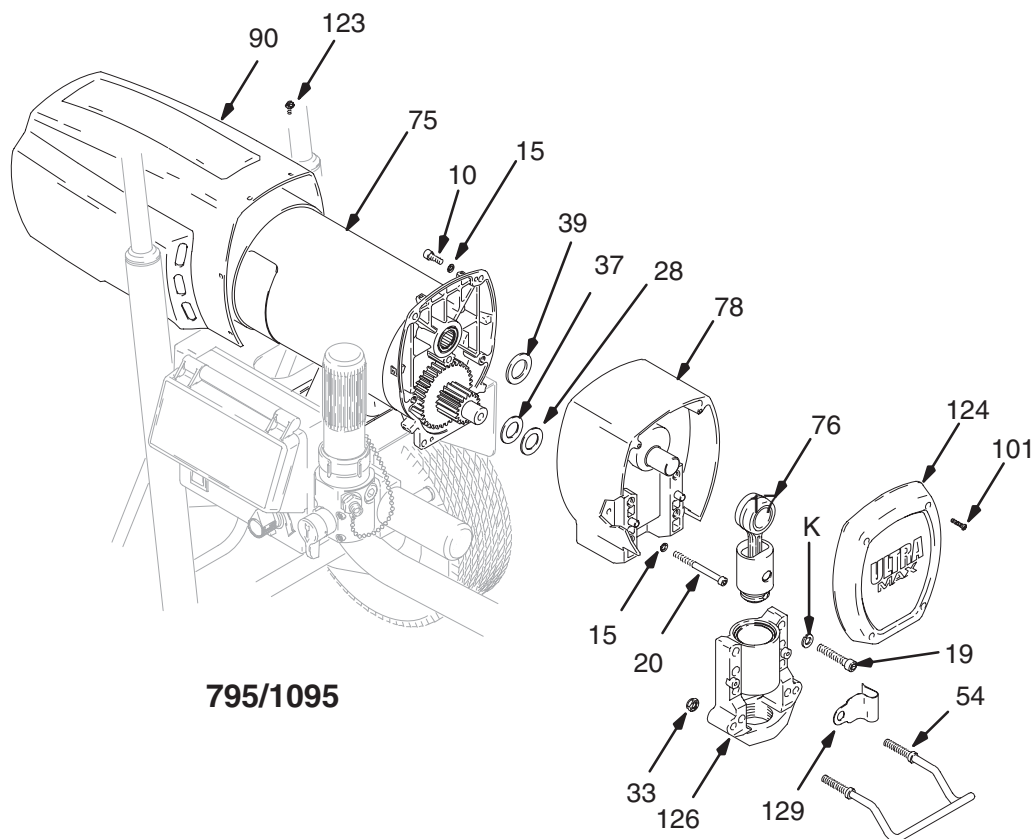

Fig. 15
2. Afmonter pumpen (79); **Udskiftning af stempelpumpe**, side 23.
3. Fig. 15. Fjern de fire skruer (39) og motorkappen (90).
4. Fjern de fire skruer (104) og låseskiverne (17).
5. Fjern de fire skruer (40) og frontdækslet (100).
6. Fjern de to møtrikker (33), spandeophænget (54) og fjederklemmen (95).
7. Fjern de to skruer (105) og låseskiverne (17).
8. Træk drevhuset (78) af motoren (75).
9. Skub stempelstangen (76) ud af drevhuset.
1. Skub stempelstangen (76) ind i drevhuset.
2. Skub drevhuset (78) på motoren (75).
3. Monter låseskiverne (17) og de to skruer (105).
4. Monter fjederklemmen (95), spandeophænget (54) og de to møtrikker (33).
5. Monter frontdækslet (100) og de fire skruer (40).
6. Monter låseskiverne (17) og de fire skruer (104).
7. Fig. 15. Monter motorkappen (90) og de fire skruer (39).
8. Monter pumpen (79); **Udskiftning af stempelpumpe**, side 23.
- Afmonter pumpen (79); **Udskiftning af stempelpumpe**, side 23.
- Fig. 15. Fjern de fire skruer (123) og motorkappen (90).
- Fjern de fire skruer (10) og låseskiverne (15).
- Fjern de fire skruer (101) og frontdækslet (104).
- Fjern de to møtrikker (33), spandeophænget (54) og fjederklemmen (129).
- Fjern de fire skruer (19) og låseskiverne (17) og lejehuset (126) fra drevhuset (78).
- Fjern de to skruer (20) og låseskiverne (15), og træk drevhuset (78) af motoren (75).
- Skub stempelstangen (76) ud af lejehuset.
- Skub stempelstangen (76) ind i lejehuset.
- Skub drevhuset (78) på motoren (75), og monter låseskiverne (15) og de to skruer (20).
- Monter lejehuset (126) på drevhuset (78) med de fire skruer (19) og låseskiverne (17).
- Monter fjederklemmen (129), spandeophænget (54) og de to møtrikker (33).
- Monter frontdækslet (124) og de fire skruer (101).
- Monter låseskiverne (10) og de fire skruer (15).